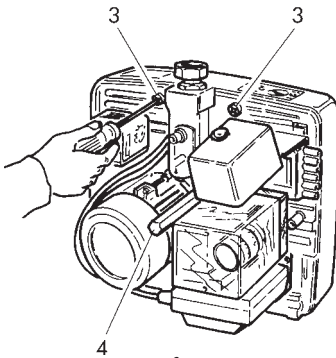

fig.2
- Destornillen los tornillos 3 y el perno central 4 (fig.2).